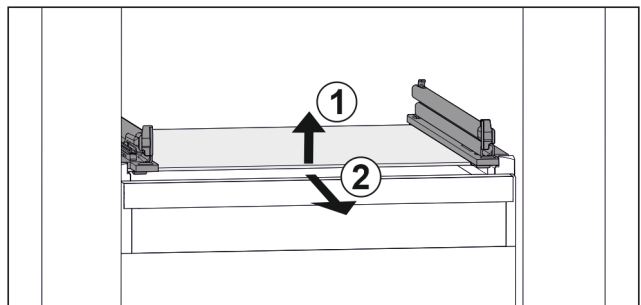

Fig. 72 Примерное отображение стеклянной пластины
- ▶ Приподнимите стеклянную пластину спереди. Fig. 72 (1)
- ▶ Извлеките стеклянную пластину движением вперед. Fig. 72 (2)